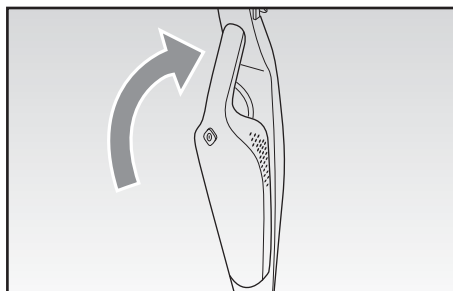

Fig. 6
- Per riposizionare l'aspiratore portatile nel corpo dell'apparecchio (M), rimuovere innanzitutto l'accessorio installato estraendolo verso l'esterno, quindi posizionare l'estremità del contenitore polvere (F) nella zona inferiore dell'apposito alloggiamento nel corpo dell'apparecchio (M) e spingere indietro con cautela l'aspiratore portatile fino ad udire lo scatto che conferma il corretto inserimento (Fig. 6).